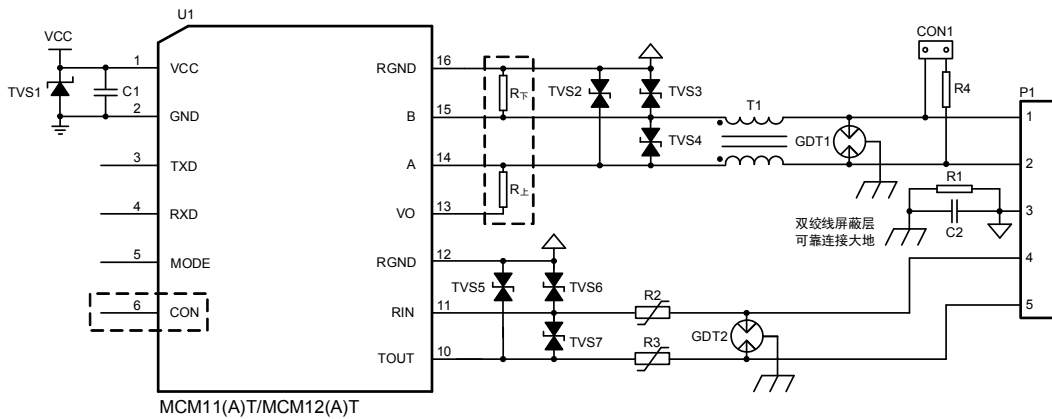

图 2 推荐应用电路图
IEC/EN 61000-4-2 Contact ±8KV/ Air ±15KV(图 2)	Perf.Criteria B
(1) MCM11(A)T/MCM12(A)T (MCM11(A)T 无 CON 脚) 隔离 RS-485/232 收发器的接口推荐应用电路如图 2 所示, 推荐参数如表 1 所示。推荐电路图和参数值只做参考, 请根据实际情况来确定适当的参数值。